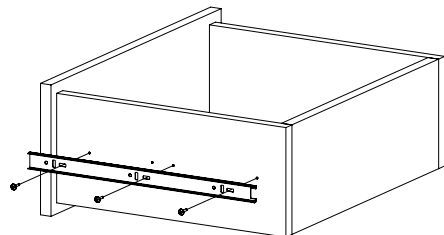

Рис.7
7. Закрепите внутренние планки направляющих на деталях 10 и 11 шурупами 3,5x16 (Рис. 7).